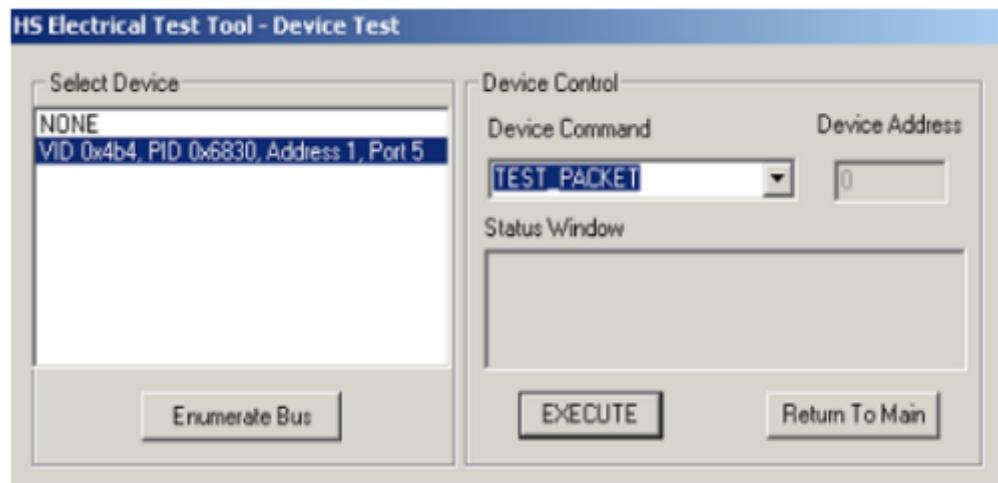
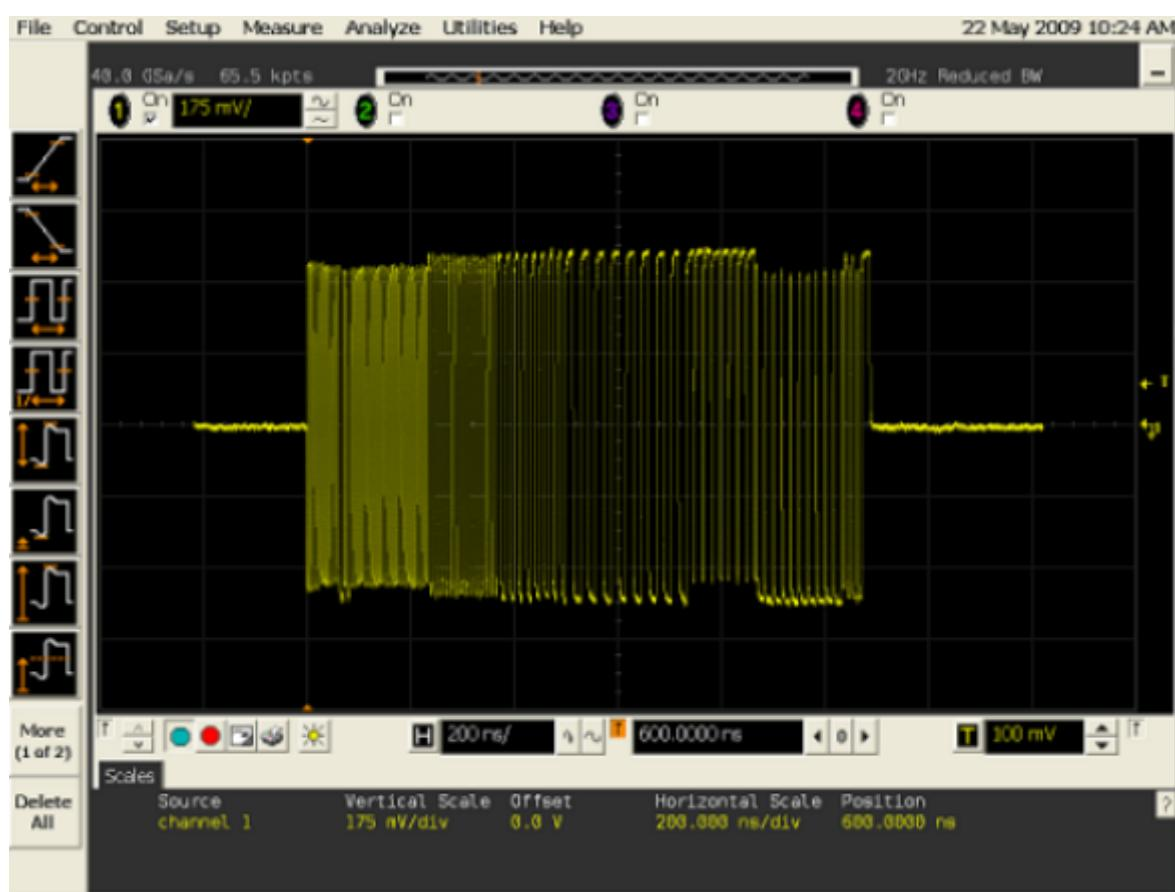

图 1-2 选择测试
图 1-3 测试波形
3. 如图 1-2 所示, 选择要测试的设备和测试命令”TEST PACKET”, 然后点击“EXECUTE”按钮所示, 执行完上述操作后, USB 控制器就会自动进入 Test Packet Mode, 并连续发送周期性的测试包, 测试波形如图 1-3 所示:
- 从示波器上观察是否有检测到如图 1-3 的周期性测试波形
- 如果没有图 1-3 的周期性测试波形，可能是测试命令没有执行成功或者测试命令有误